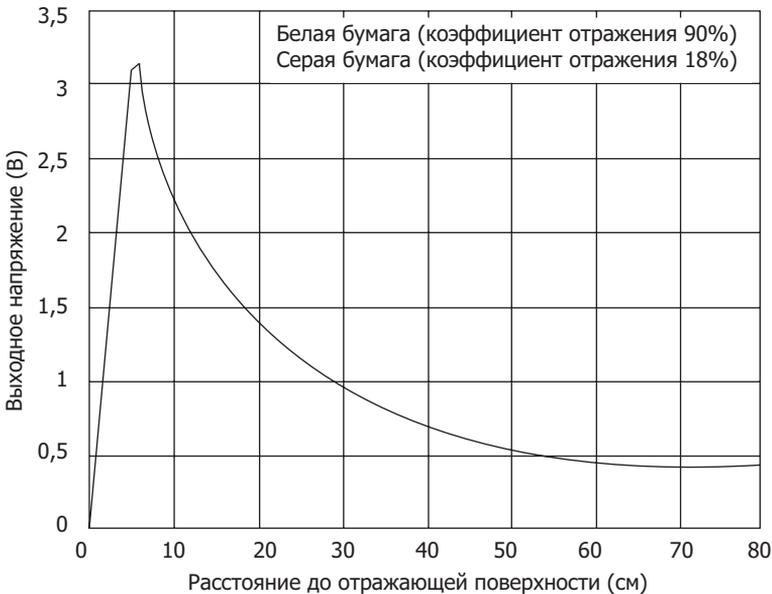

Рис. 12.24. График зависимости выходного напряжения на ИК-датчике от расстояния (линии для белой и серой бумаги совпадают)
Чтобы подключить датчик к плате Arduino, соедините красный и черный провода, идущие от датчика, к контактам 5V и GND соответственно, а белый провод — к аналоговому входу. Для измерения напряжения, возвращаемого датчиком, мы будем использовать функцию `analogRead()`. График на рис. 12.24 показывает зависимость между расстоянием и выходным напряжением.
Скетч читает напряжение с ИК-датчика (❶) и затем с помощью последовательности инструкций `if` (❷) определяет примерное расстояние. Расстояние вычисляется по напряжению, возвращаемому датчиком, с учетом зависимости напряжения от расстояния, изображенной на рис. 12.24, и знания того факта (из проекта 6), что `analogRead()` возвращает значение между 0 и 1023, представляющее напряжение в диапазоне от 0 до 5 В.